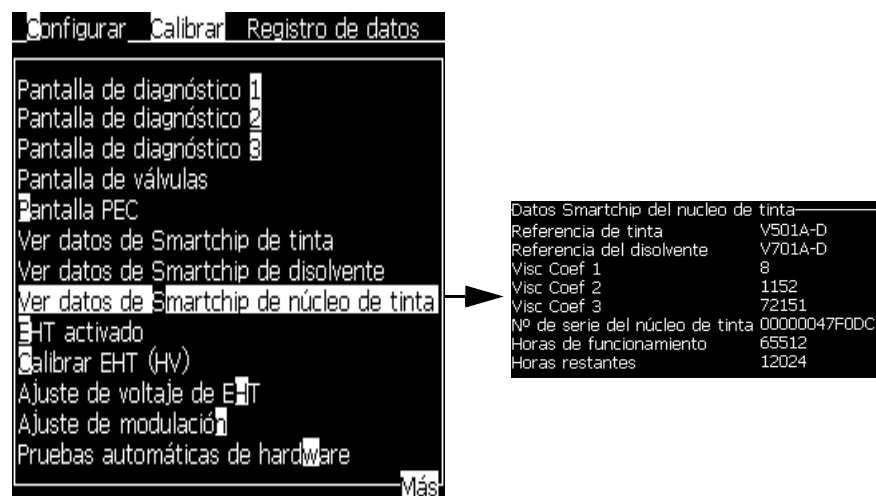

Figura 4-17: Ver datos de Smartchip de núcleo de tinta
- 1 Seleccione *Ver datos de Smartchip de núcleo de tinta* desde el menú *Calibrar* (Figura 4-17) para ver las horas de funcionamiento del núcleo de tinta. Las horas de funcionamiento del núcleo de tinta se restablecen solamente después del cambio del núcleo de tinta.